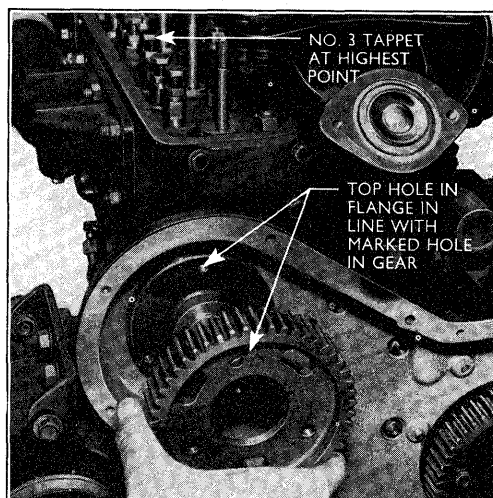

Fig. 7. Montering af knastakseltandhjul på aksel med "D"-mærket på flangen. Ventilløfter nr. 3 skal stå i sin øverste stilling.
5. Sæt knastakseltandhjulet på akslen, således at det glatte, cirkulære hul ved "D"-mærket på tandhjulet flugter med det gevindskårne hul øverst på flangeren (fig. 7) og fastgør hjulet med skruerne.